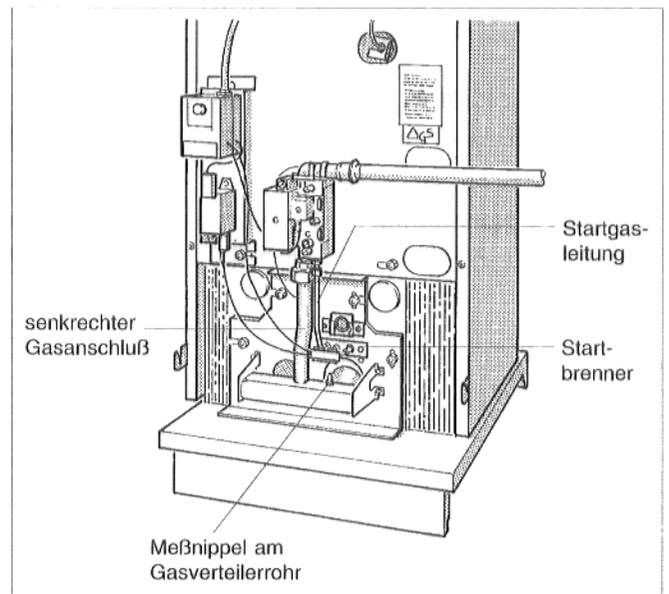

Abb. 4: Gasbrenner
- Neue Dichtung in den senkrechten Gasanschluß unterhalb der Armatur einlegen (Abb. 4).
- Startgasleitung unterhalb der Armatur mit Klemmring und Verschraubung montieren, die andere Seite in die Verschraubung des Startbrenners stecken und beide Verschraubungen anziehen (Abb. 4).
- Verschlußschraube des Meßnippels am Gasverteilerrohr zwei Umdrehungen lösen und Meßschlauch des U-Rohr-Manometers aufstecken (Abb. 4).